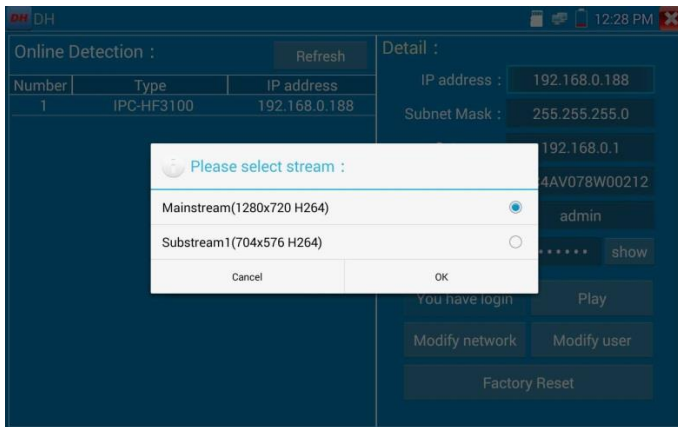

Рис. 149 Выбор видеопотока для тестируемой видеочамеры
4. Если видеочамера поддерживает выбор из нескольких потоков, выберите нужный, рис. 149